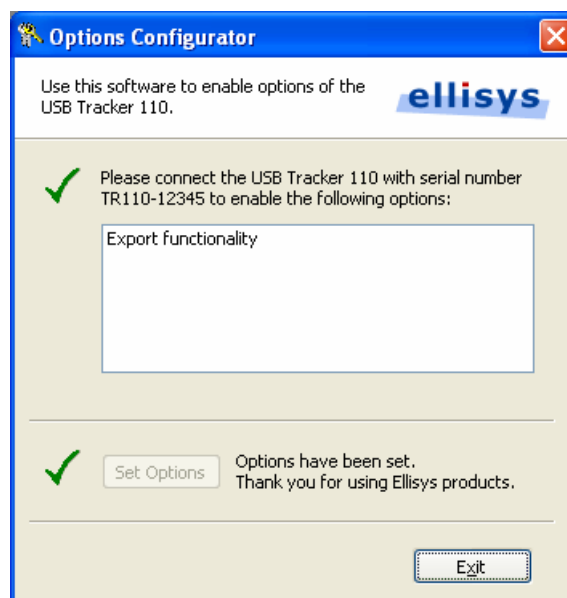

Figure 35 - Fonctionnalité optionnelle correctement installée
- Appuyez le bouton "Set Options" pour activer la fonctionnalité optionnelle. Le logiciel va ensuite afficher un message pour indiquer que l'opération s'est déroulée avec succès (voir Figure 35).